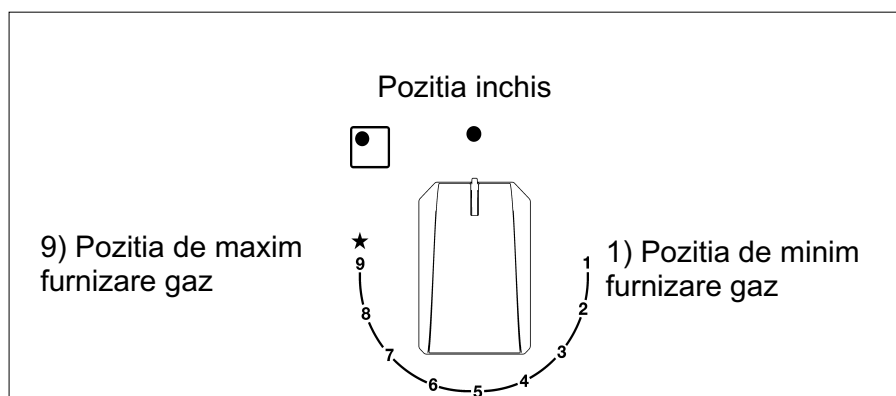

FIG. 1
Apasati si rotiti in sens antiorar butonul corespunzator arzatorului pe care doriti sa-l utilizati, aduceti-l pe pozitia de Maxim 9  (flacara mare, fig. 1), dupa care apasati butonul pana la fund robinetul este echipat cu o scară de 9 pozitii, cu fiecare clic, flacăra este redusă până când ajungeti în pozitia 1, adică cantitatea minimă de gaz.
La arzatoarele dotate cu termocuplu de siguranta, trebuie sa se roteasca in sens antiorar butonul corespunzator arzatorului pe care doriti sa-l utilizati, sa-l aduceti pe pozitia de Maxim 9 (flacara mare, fig.1) pana sesizati o mica oprire a acestuia, dupa care apasati butonul si repetati operatiile indicate anterior. Dupa aprindere mentineti butonul apasat circa 10 secunde.
- Cand incepe fierberea aduceti butonul in pozitia de Minim 1 (flacara mica, fig. 1).
- **aprinde arzatoarelor cu termocuplu de siguranta se poate face doar daca butonul este pe pozitia de Maxim 9 (flacara mare fig. 1).**